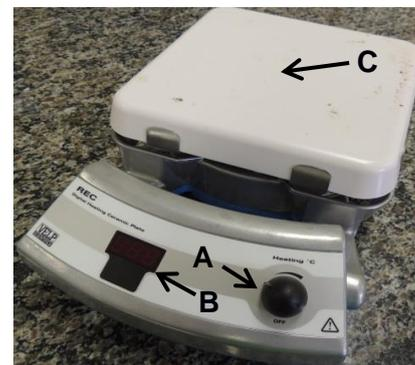
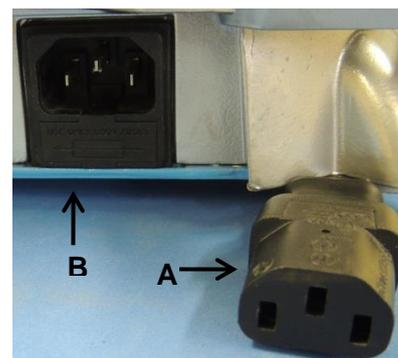
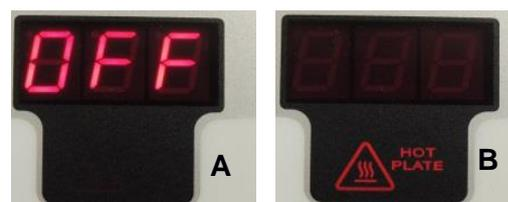

Figura 1. Chapa de Aquecimento (Velp científica)
Figura 2. Parte posterior da Chapa de Aquecimento.
Figura 3. Detalhe do visor.
- 1.1 Regulador de temperatura (Figura 1.A);
- 1.2 Visor (Figura 1.B);
- 1.3 Superfície de aquecimento (Figura 1.C);
2.1 Verificar a compatibilidade da rede elétrica (220 V) com a chapa de aquecimento (Figura 1) e conectar o cabo de força (Figura 2.A) na parte posterior do equipamento (Figura 2.B).
2.2 Girar o botão regulador de temperatura (Figura 1. A) no sentido horário até que a temperatura desejada apareça no visor (Figura 1. B).
2.3 Ao realizar a análise, deve-se atentar que a temperatura indicada no visor (Figura 1. B) é a temperatura programada e não a temperatura em que a superfície de aquecimento (Figura 1.C) encontra-se.
2.4 Durante o aquecimento não permita que o cabo de força (Figura 2. A) entre em contato com a superfície de aquecimento (Figura 1.C).
2.5 Para desligar a chapa de aquecimento, gire completamente o botão regulador de temperatura (Figura 1. A) no sentido anti-horário até aparecer a palavra "off" no visor (Figura 3. A).
2.6 A indicação "Hot Plate" (Figura 3. B) permanecerá